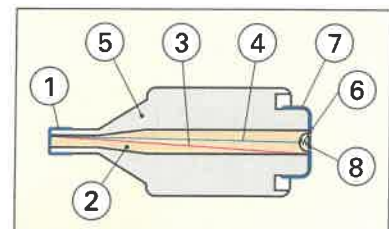

Bild 1: Schmelzeinsatz
4. Benennen Sie die im **Bild 1** gekennzeichneten Bestandteile eines Schmelzeinsatzes.
① Fußkontakt	⑤ Porzellankörper
② Quarzsand	⑥ Druckfeder
③ Schmelzleiter	⑦ Kopfkontakt
④ Haltedraht	⑧ Kennmelder